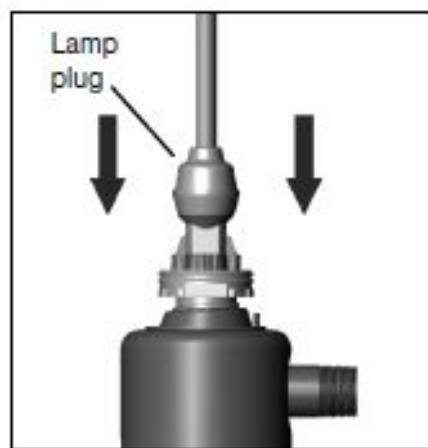

图 10.
4. ランプのオスつまみ部分が、プラグのメスつまみ部分に入り込むようにしながら、プラグをランプの端の上に押し付けてください。（図10参照）